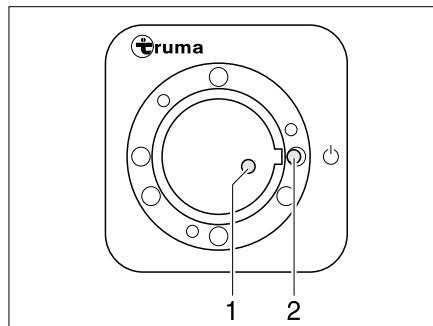
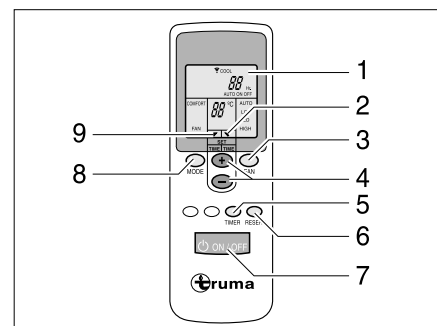

Bild 177 Empfänger
Bild 178 Fernbedienung
- Am Schalter (Bild 178,7) die Fernbedienung einschalten. Die grüne Kontroll-Leuchte (Bild 177,1) zeigt den Kühlbetrieb an.
- Die gewünschte Betriebsart mit der Taste (Bild 178,8) einstellen.
- Bei Bedarf mit den Tasten (Bild 178,3 und 4) die gewünschte Gebläseleistung und Raumtemperatur einstellen. Der Pfeil (Bild 178,9) zeigt den gewählten Einstellmodus an.
- ▷ Am Empfänger befindet sich ein zusätzlicher Tastschalter (Bild 177,2), mit dem die Klimaanlage auch ohne Fernbedienung aus- oder eingeschaltet werden kann. Wenn die Klimaanlage über diesen Tastschalter eingeschaltet wird, dann wird automatisch die zuletzt auf der Fernbedienung eingestellte Betriebsart gewählt.
- Zum Ausschalten die Taste (Bild 178,7) auf der Fernbedienung erneut drücken.
- Zum Programmieren die Klimaanlage mit der Taste (Bild 178,7) auf der Fernbedienung einschalten.
- Mit den Tasten (Bild 178,8, 3 und 4) die gewünschte Betriebsart und Raumtemperatur einstellen.
- Mit der Taste (Bild 178,5) die gewünschte Funktion (Bild 178,1) auswählen:
- Mit den Tasten (Bild 178,4) die gewünschte Schaltzeit wählen (1 bis 15 Stunden). Der Pfeil (Bild 178,2) blinkt und zeigt den Einstellmodus an.
- ▷ Mit der Taste (Bild 178,6) werden die Einstellungen der Fernbedienung wiederholt an den Empfänger gesendet.